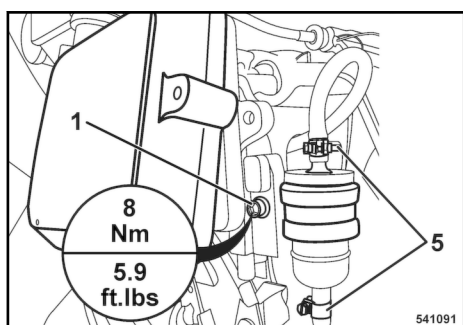

Fig. 63
Apertar o parafuso (1) ↪ Fig. 63 com um binário de aperto de 8 Nm (5.9 ft.lbs).